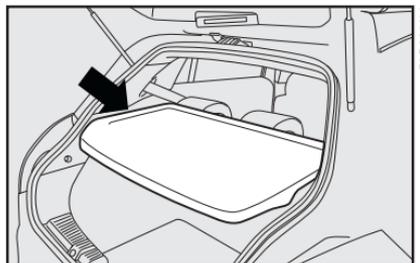
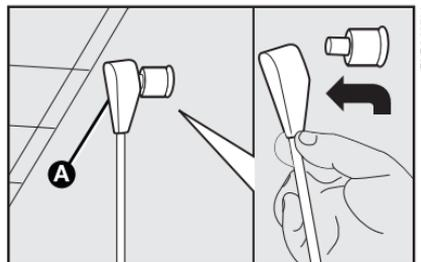

fig. 93
fig. 94
- remover a cobertura do porta-malas (superfície traseira) **fig. 93**, liberando as extremidades superiores **A-fig. 94** dos dois tirantes, retirando os olhais dos pinos e empurrando-os na direção da seta;